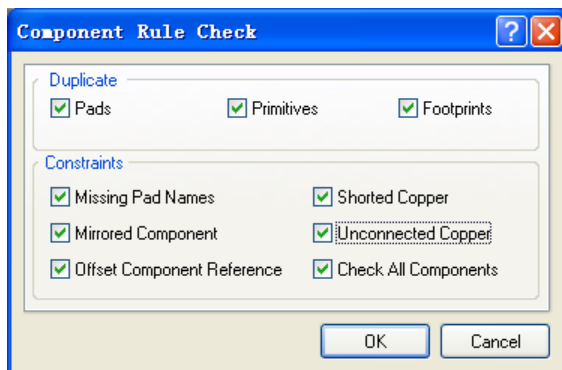

图5-36 在封装应用于设计之前对封装进行查错
- ❖ （2）执行Reports→ Component Rule Check命令（快捷键为 R,R）打开Component Rule Check对话框，如图5-36所示。